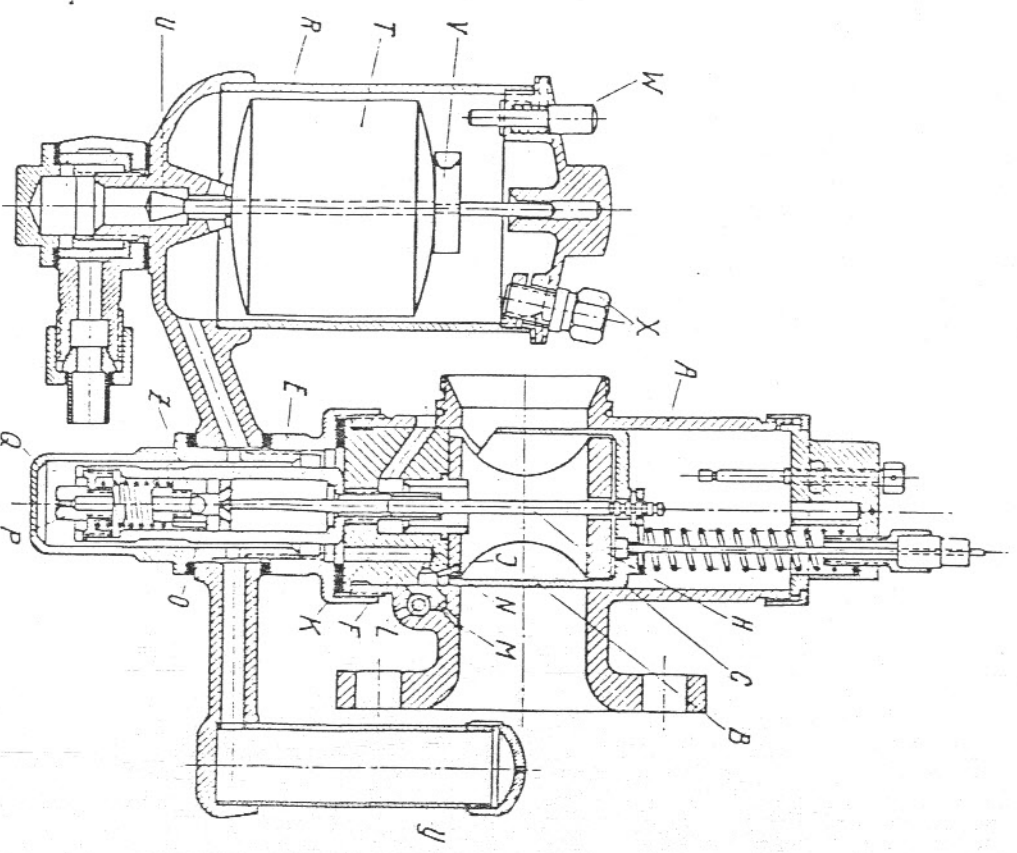

Abb. 18. Vergaser der 2-Vergaser-Tourenmaschine
2. Vergaser: Für die R 11-Zweivergaser-Tourenmaschine werden zwei Amal-Einschieber-Pumpenvergaser verwendet, deren inneren Aufbau Abb. 18 zeigt.